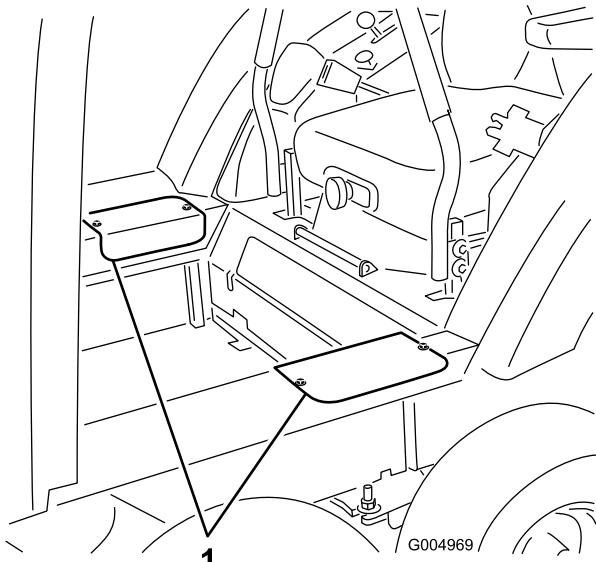

Рисунок 122
52. Установите боковые крышки доступа, используя ранее снятые винты (Рисунок 122).